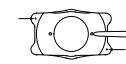

Rys. 9
2. Kasetę najpierw napełnić roztworem soli fizjologicznej, a następnie częściowo napełnić materiałem wiskoelastycznym zawierającym metylocelulozę o objętości około 0,3 ml, tworząc ślad na zewnątrz tylnej części obszaru ładowania. (Rys. 9)